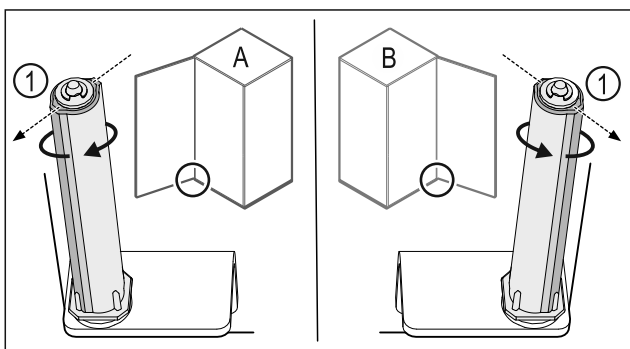

Fig. 34 Ovi avautuu vasemmalle (A) / ovi avautuu oikealle (B)
- Kierrä sulkukyksikköä vastusta vasten niin pitkälle, että sulkujärjestelmän porras Fig. 34 (1) osoittaa ulospäin.